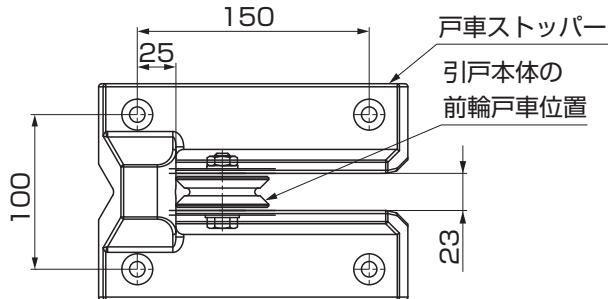

図13-1
①引戸本体を閉めた状態で引戸本体の戸車の位置にあわせて戸車ストッパーを位置合わせしてください。(図13-1参照)